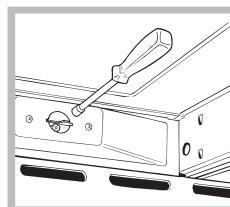

Fig. 4
4. Dévissez la buse (voir figure 4) à l'aide d'une clé à douille de 7 mm et remplacez-la par une nouvelle buse adaptée au nouveau type de gaz (voir tableau caractéristiques du brûleur et de la buse).